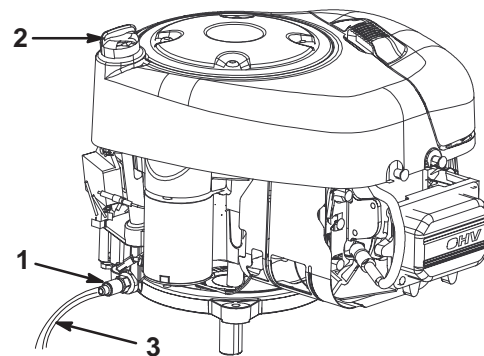

Bild 18
8. Schieben Sie den Ablassschlauch auf das Ölablassventil (Bild 18).
10. Öffnen Sie das Ölablassventil (Bild 18).